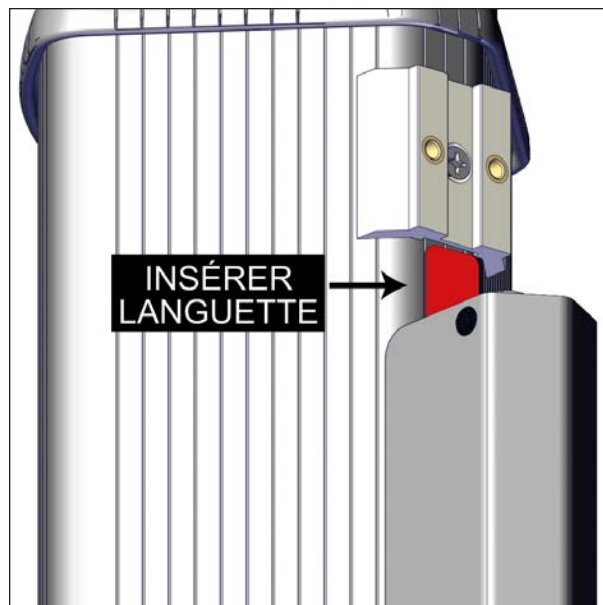

FIGURE 37: INSÉRER LA LANGUETTE DERRIÈRE LE SUPPORT
10. Tirer le protège-fil vers le haut pour insérer sa languette derrière le support de plastique, voir Figure 37.